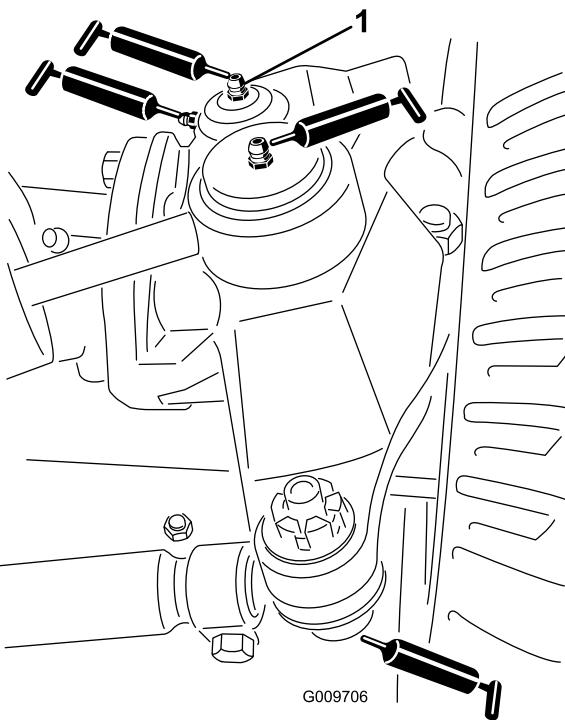

Figura 34
- Rótulas do cilindro da direção (2), como se mostra na Figura 34
- Rótulas da barra de ligação (2), como se mostra na Figura 34
- Casquilhos do pino principal (2), como se mostra na Figura 34